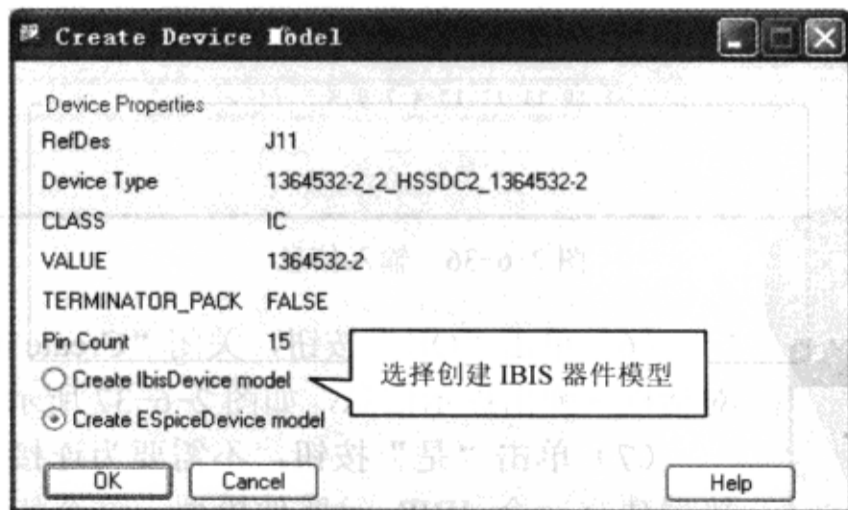

图 2-6-34 建立新器件模型
(3) 在“Signal Model Assignment”对话框中单击“Create Model”按钮，弹出“Create Device Model”窗口，如图 2-6-34 所示。